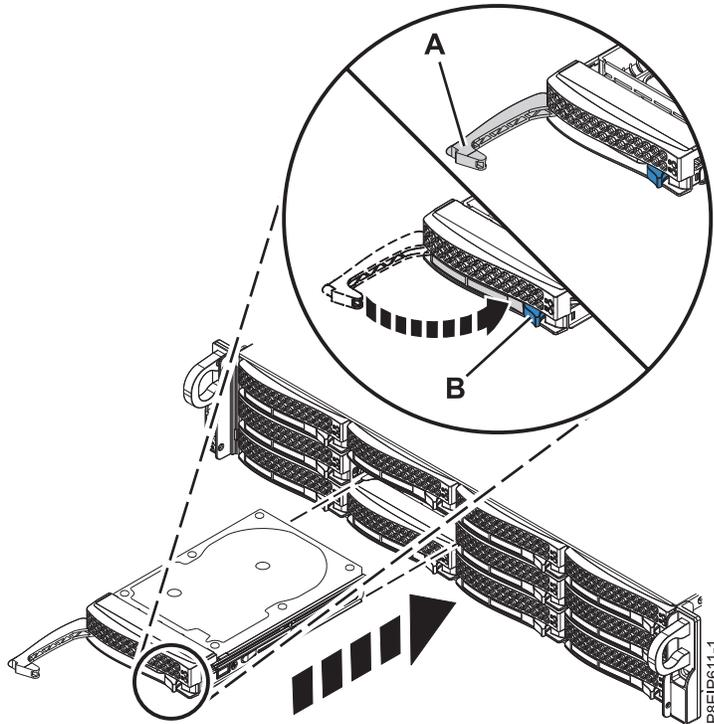

Figure 19. Détails relatifs à la fixation d'une unité de disque
- Verrouillez la poignée de la baie d'unité (A) en poussant le loquet de la poignée jusqu'à ce qu'il soit verrouillé en position (B) comme indiqué dans la figure 19, à la page 22.